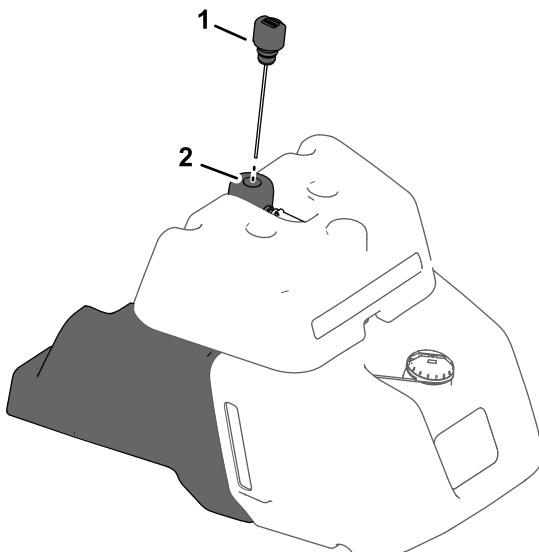

図 37
- 燃料タンク側面に点検窓が付いているマシンでは、油圧オイルタンク上部にあるディップスティックを探し出し 図 37ステップ 5 に進んでください。